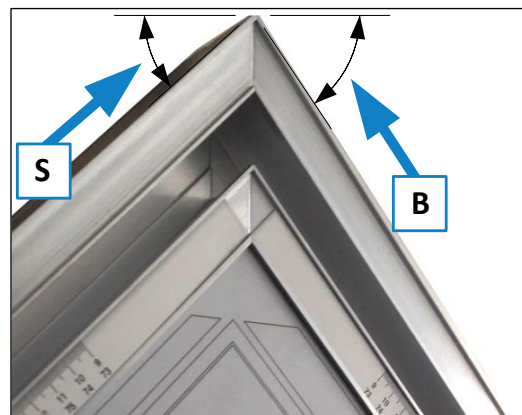

Figure 11 : équerres pour faux onglets
Il en résulte automatiquement l'angle correct pour la pièce à usiner plus étroite (S) sur le côté gauche de la DSG-A et pour la pièce à usiner plus large (B) sur le côté droit de la lame de scie, comme illustré sur ⇒ Figure 11.